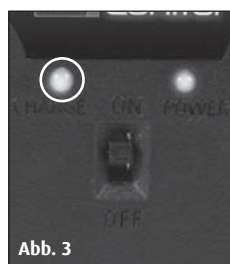

Abb. 3
4. Die Ladestatus-LED leuchtet nun grün und zeigt den Ladevorgang an (Abb. 3).